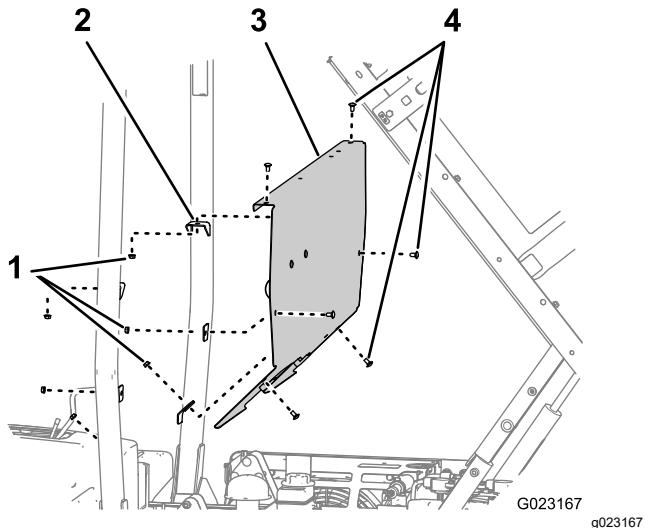

図 10
- ROPS ついているブラケットにROPSパネルを固定しているキャリッジボルト6本とナット6個を取り外す図10。
2. 機体からROPSパネルを外す図 10。